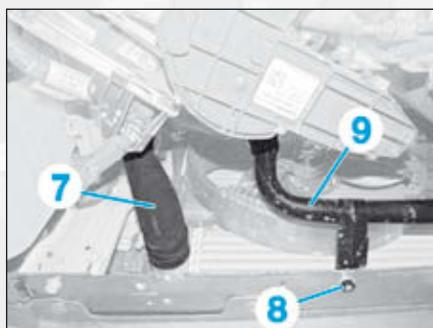

FIG.70
- Débrancher le conduit d'air (7) de l'échangeur air/air (Fig.70).
- Déposer l'écrou (8) et écarter le tube (9).